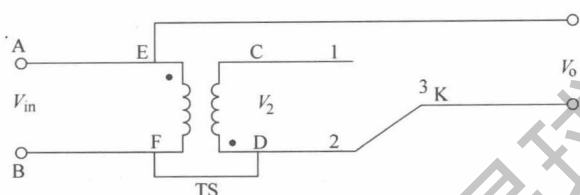

图 10-12 升压原理
(1) 低电压补偿原理。市电电压经变压器降压整流后，通过微处理器 21 脚采样，若压缩机工作时采样电压大于 180V，则升压继电器不动作；若电压小于 180V 时，微处理器 (008 电路) 通过 15 脚输出 5V 控制电压，经 MC1413 驱动升压继电器动作，使室外的压缩机风机四通阀获得升压电压而继续正常工作。
(2) 升压原理。升压原理及接线原理如图 10-12 所示。由图可见，尽管 V_{in} 为市电电压 (50Hz 交流电)，AB 两端总存在“+”“-”之分。假定某一时刻，A “+” B “-”，则